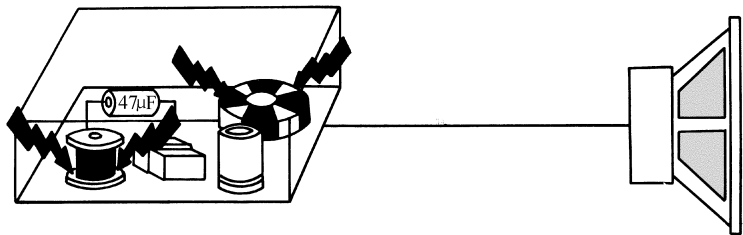

图 4-52 网络内线圈感应噪声
2) 网络内部线圈上有感应噪声 (图 4-52)，应改变网络位置或重新给扬声线布线。